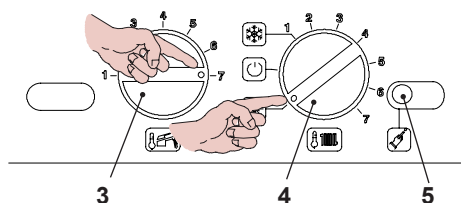

Fig. 9.8
- Posizionare le manopole del pannello comandi come indicato in Fig. 9.8.
- Per entrare nella modalità Spazzacamino bisogna entrare in programmazione premendo per 15 secondi il pulsante di ripristino 5 in Fig. 9.8 fino alla comparsa del parametro **P01**.
- Premere il pulsante di ripristino 5 in Fig. 9.8, per lo scorrimento dei vari parametri sino al raggiungimento del parametro valido per il settaggio della modalità Spazzacamino. Sul display LCD compare la seguente visualizzazione (la sequenza **P09** si alterna a **00**).